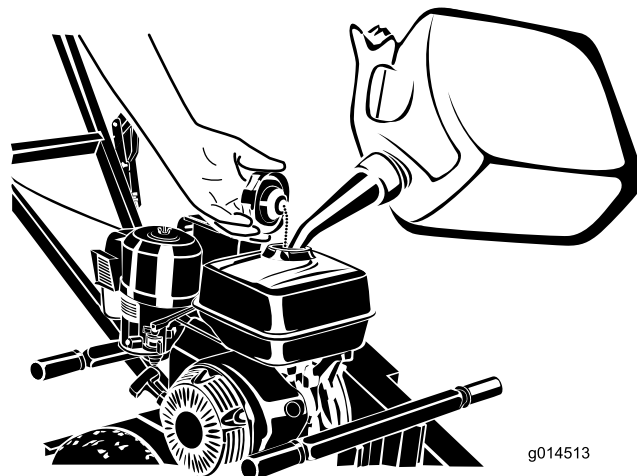

Figura 8
3. Limpie alrededor del tapón del depósito de combustible y retírelo (Figura 8).